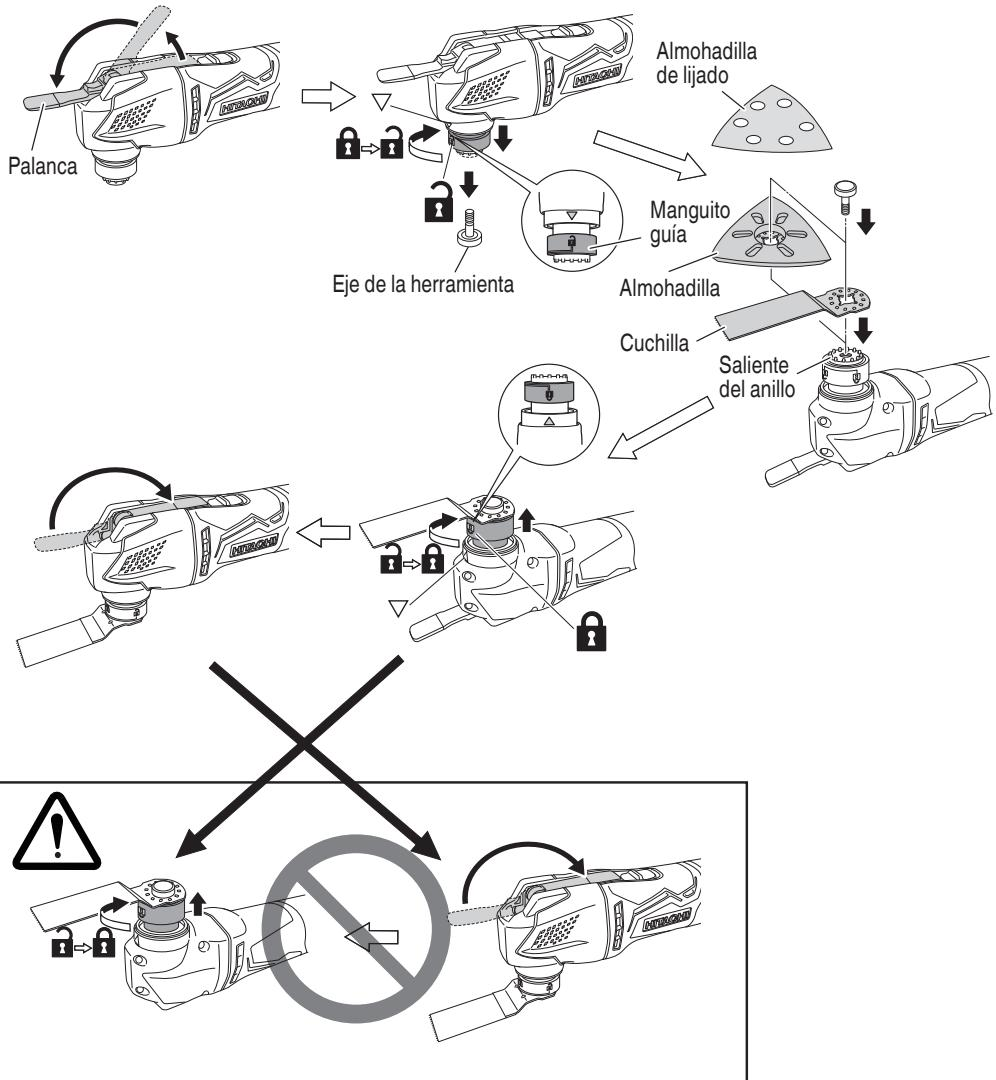

Fig. 3
7. Cambio de herramientas de aplicación (Fig. 3)